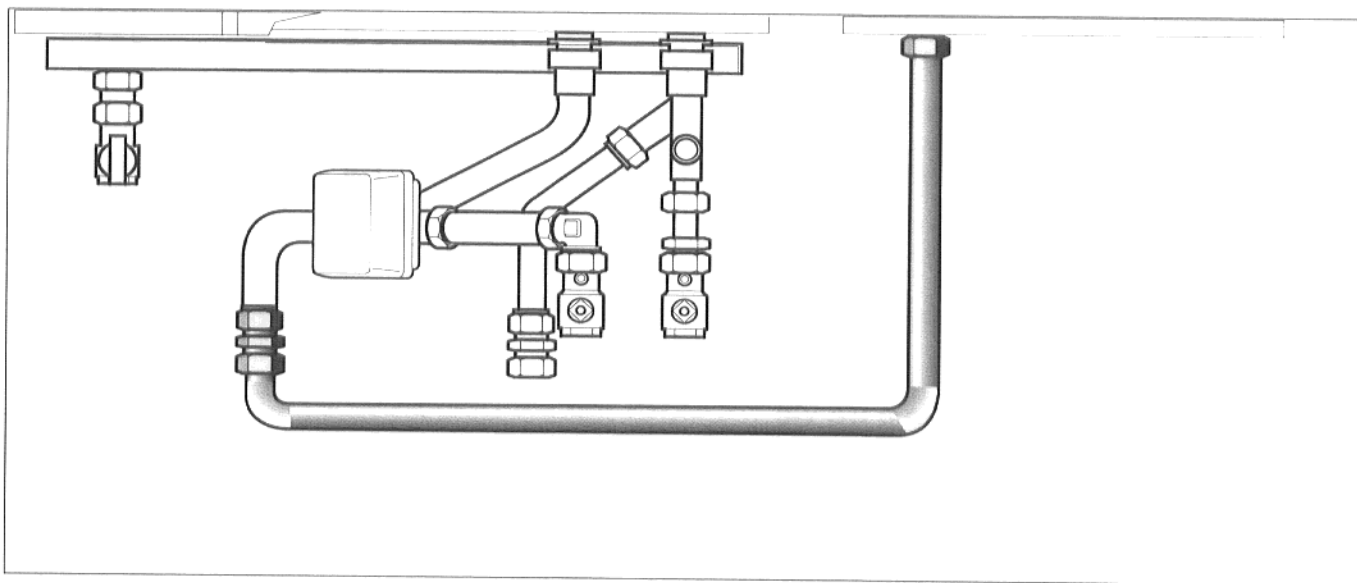

Fig. 12: tubo di raccordo, mandata accumulatore
- Montare il tubo di raccordo tra l'accumulatore e la valvola a tre vie. Tenere presente l'anello di serraggio! (Fig. 12).